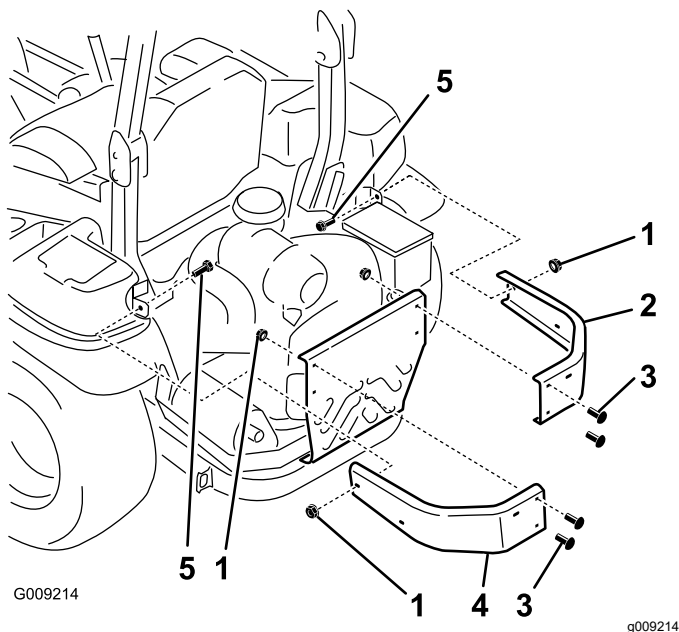

Figure 4
1. Retire los pernos y las tuercas que fijan los parachoques laterales a la máquina (Figure 4).
2. Instale los parachoques derecho e izquierdo nuevos con 2 pernos de cuello cuadrado ($\frac{3}{8}$ " x $1\frac{1}{4}$ "), los 4 pernos de cuello cuadrado que retiró anteriormente y 6 tuercas con arandela prensada ($\frac{3}{8}$ "), según se muestra en Figure 4.